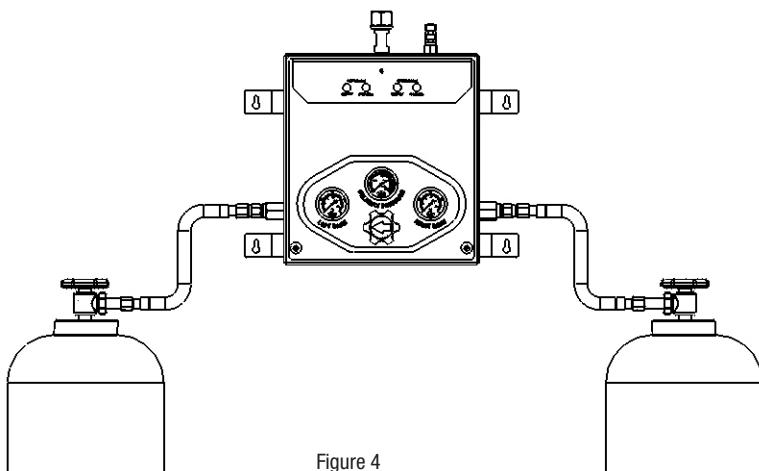

Figure 4
- Si le système se compose d'une seule bouteille de chaque côté, sans barre de collecteur à gauche et à droite, reliez les bouteilles et les flexibles au boîtier du collecteur comme indiqué dans la figure 4. Par mesure de sécurité, les bouteilles doivent être attachées à l'aide de supports de montage en conformité avec l'OSHA et avec la réglementation locale ou nationale afin d'éviter un renversement accidentel. Serrez tous les raccords à l'aide d'une clef. Si le système est configuré avec plusieurs bouteilles de chaque côté, passez à l'étape 6. Dans le cas contraire, consultez la section Consignes d'utilisation.